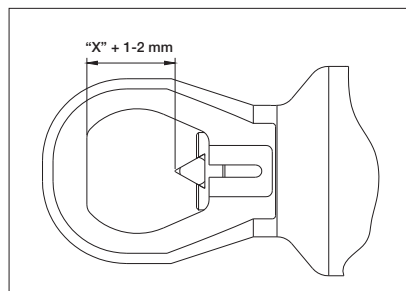

图 7
4. 旋转切割头，直至切割头平面至刀片尖端的距离与之前在步骤 1 中测量的螺母至螺栓距离再加上 1 到 2 毫米 (1/16 英寸) 的值相同。见图 7。